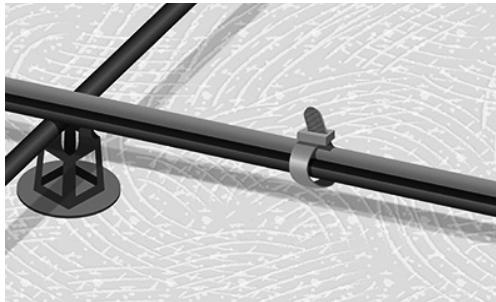

Abb. 5. Kabel angeschlossen. Kabelbinder sind locker und nicht an den Verbindungen
6. Rollen Sie das Heizkabel ab und befestigen Sie das Heizkabel unterwegs Weges an der Bewehrungsplatte (Abb. 5).